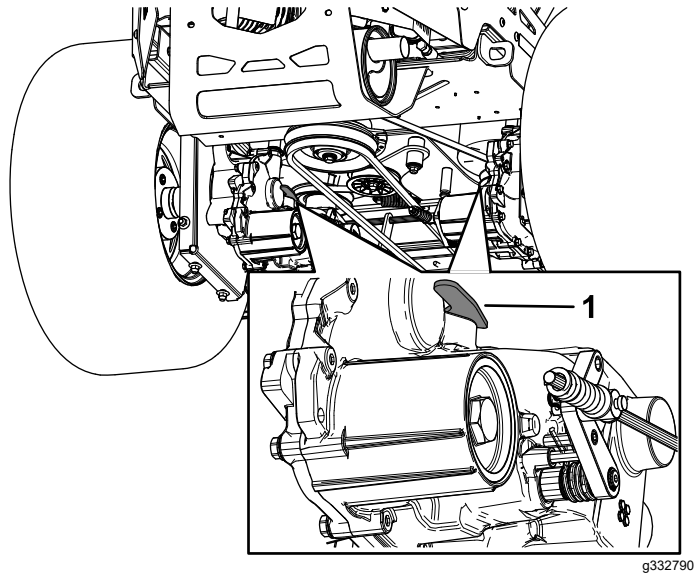

Figure 39
3. Pour pousser la machine, déplacez les deux leviers de dérivation en avant et bloquez-les en place (Figure 39).
5. Pour utiliser la machine, déplacez les leviers de dérivation en arrière et bloquez-les en place (Figure 39).